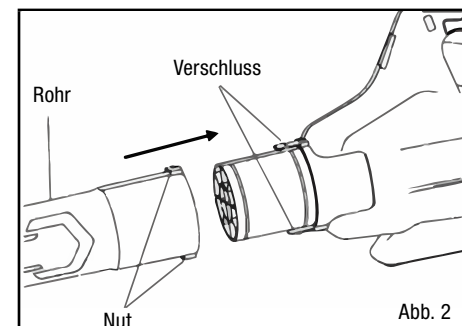

Abb. 2
1. Stellen Sie eine der Nuten im das Röhrchen mit den Laschen auf dem Gebläsegehäuse ein. Rohr auf das Gebläsegehäuse schieben, bis die Lasche in den Vertiefungen einrastet Abb.2